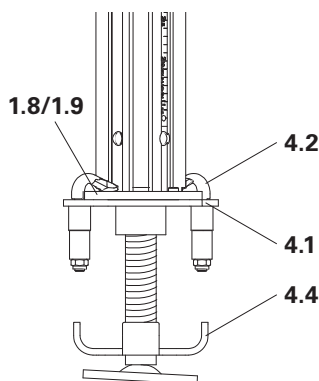

Fig. A2.15
→ Ora la base regolabile MP MKF (4) è collegata al puntello. (Fig. A2.15)
3. Con l'aletta girevole (4.4) portare la base regolabile MP MKF (4) alla misura richiesta.